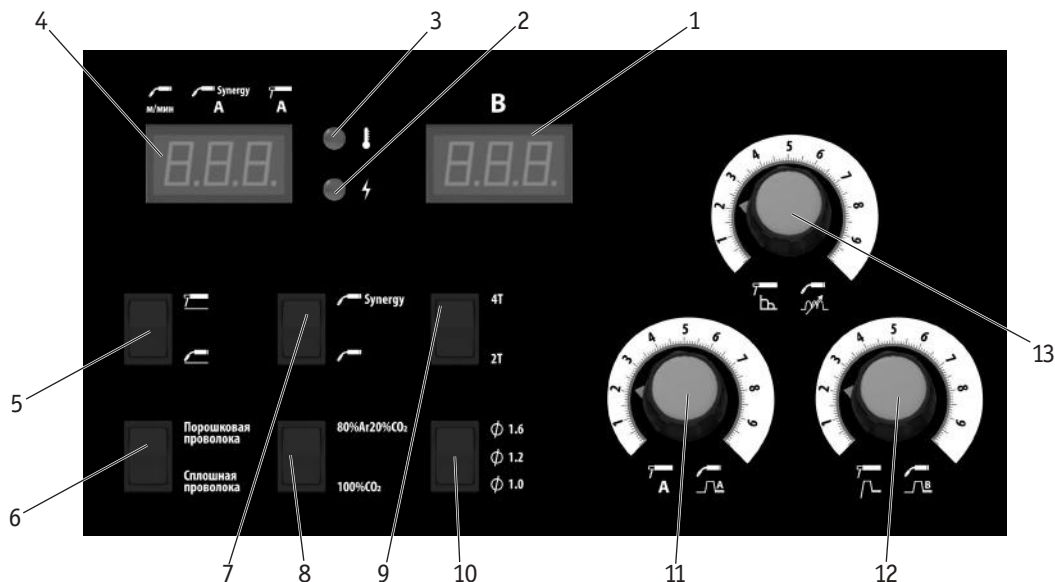

Рис. 7.1. Передняя панель источника питания.
2. Панель управления (См. рис. 7.1)